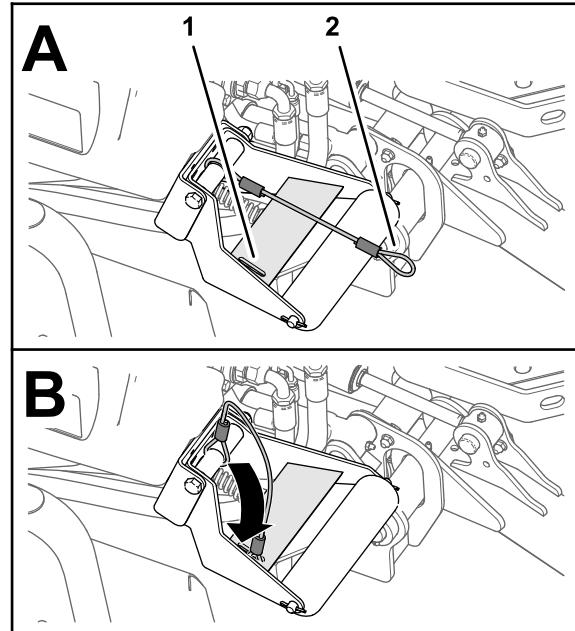

Figura 35
4. Con las unidades de corte bajadas, introduzca el bucle del cordón en la ranura de la placa de refuerzo del soporte del rodillo (**Figura 35**).